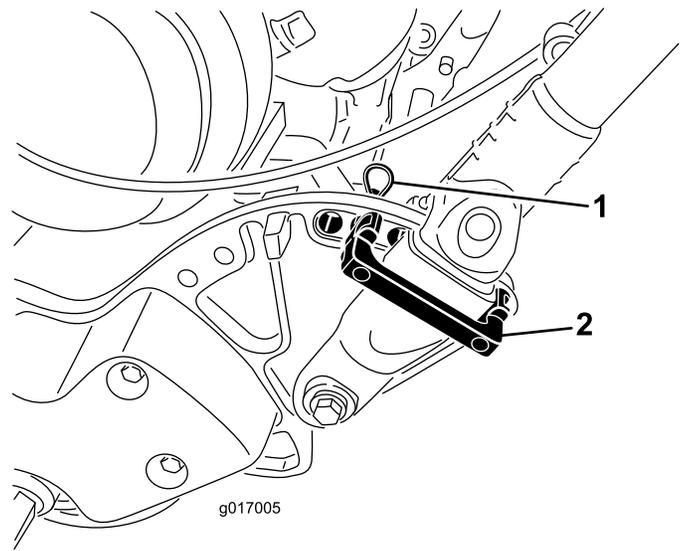

图 8
1. 当撑住手柄时取下将手柄铁夹固定到侧板上的扎带图 8。
2. 将手柄旋转到需要的操作位置并将手柄卡环插入手柄铁夹及侧板上相对应的孔图 8。
3. 使用发卡销将手柄铁夹固定到位图 8。